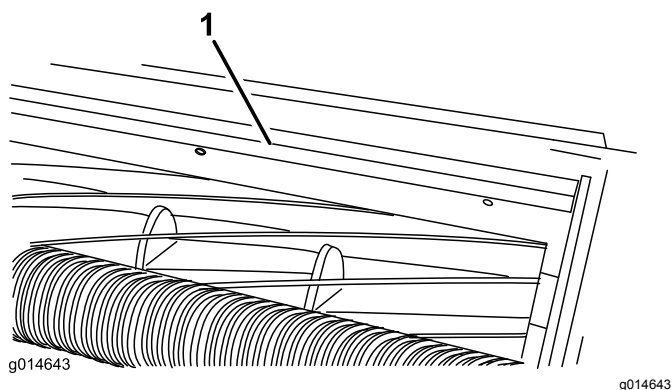

図 23
1. バー 図 23をカッティングユニットに固定しているねじをゆるめる。